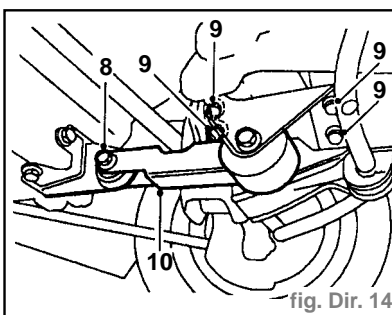

fig. Dir. 14
- Enlever le boulon (8) maintenant la barre d'appui de moteur sur le moteur (Fig. Dir. 14).